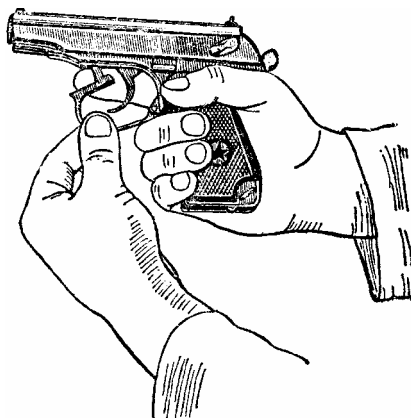

Рис.12. Оттягивание спусковой скобы .
2. Отделить затвор от рамки. Удерживая пистолет правой рукой за рукоятку, левой оттянуть спусковую скобу вниз (рис.12) и, перекосив ее влево, упереть гребнем в рамку, чтобы она удерживалась в этом положении.